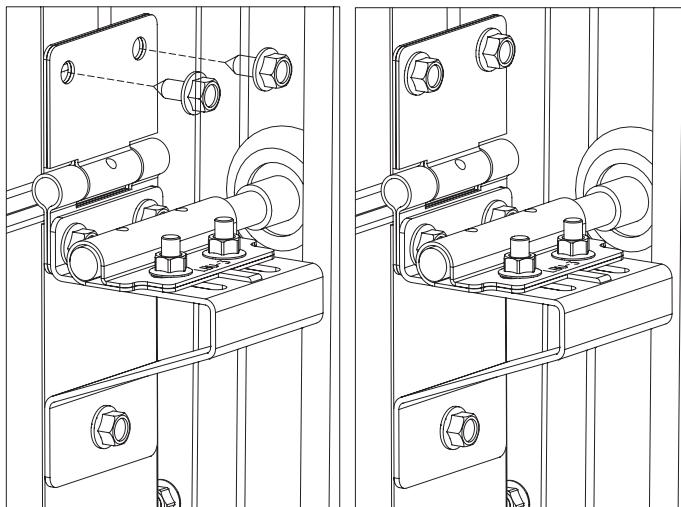

Рис. 28.1
- 3) двумя самонарезающими винтами 6,3×16 закрепить к панели верхнюю полуПетлю боковой петли (рис. 28.1), установленной на нижней панели. Панель должна быть строго вертикальна;